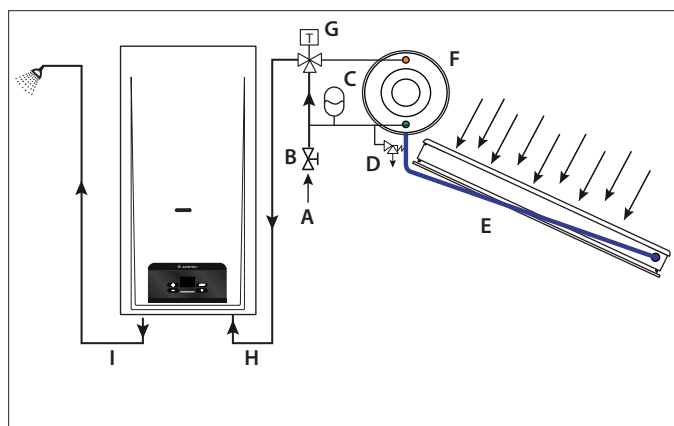

Figure 5 - Appareil intégré à l'installation solaire
- Pour éviter une température d'entrée d'eau excessive, il est recommandé d'installer une vanne thermostatique (voir Figure 5 - Appareil intégré à l'installation solaire - élément G).